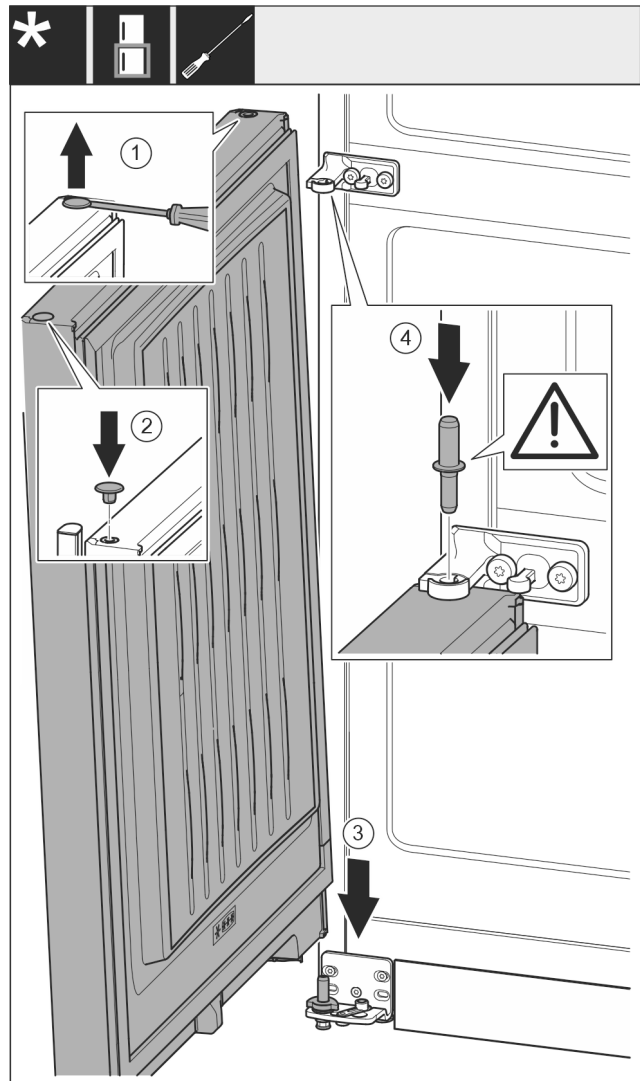

Fig. 23
- ▶ Til de plug voorzichtig Fig. 23 (1) op met een platte schroevendraaier en trek hem er uit.
- ▶ Plug Fig. 23 (2) aan de andere deurzijde er weer insteken.
- ▶ Deur Fig. 23 (3) van bovenaf op de onderste lagerbouten plaatsen.
- ▶ Lagerbout midden Fig. 23 (4) door lagerbok midden in de onderste deur steken. Let hierbij op dat het vergrendelingslipje naar achteren wijst.